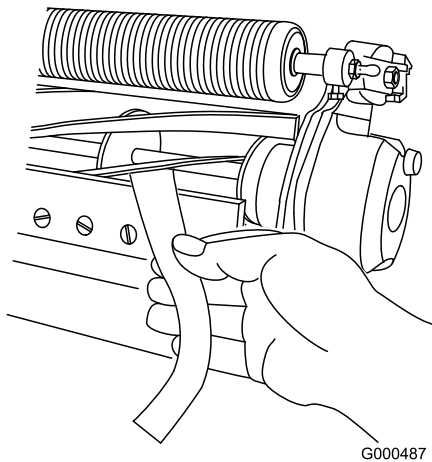

图12
3. 在滚刀与底刀间插入一长条剪切性能纸（Toro 零件号 125-5610），纸要与底刀垂直，检测剪切性能（图12）。**缓慢**向前旋转滚刀；滚刀应剪切检测纸。